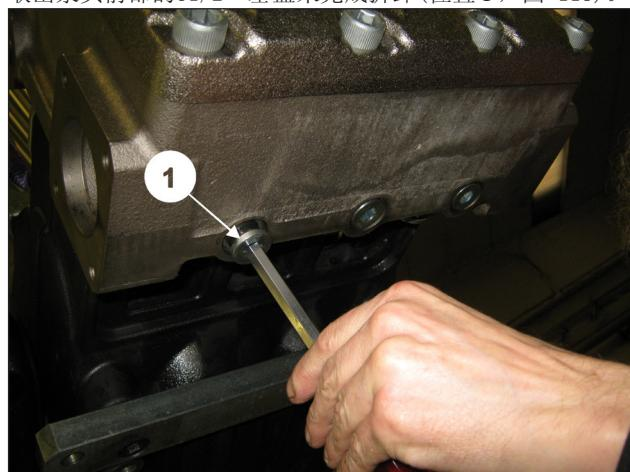

图 113
取出泵头前部的G1/2”塞盖来完成拆卸(位置①，图 113)。